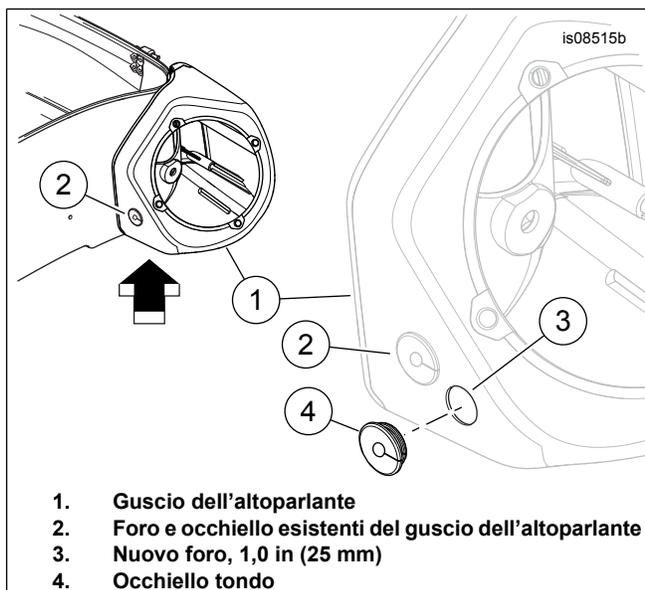

Figura 1. Installazione dell'occhiello
4. Vedere Figura 1. Con un trapano, eseguire un **nuovo** 25 mm (1.0 in) foro (3) in ogni guscio dell'altoparlante (1), a distanza dall'occhiello esistente (2), approssimativamente dove indicato.